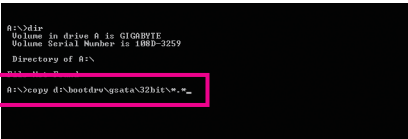

Figure 2
- Pour le GIGABYTE SATA2/JMicron JMB362, entrez (Figure 2): (Remarque 2)